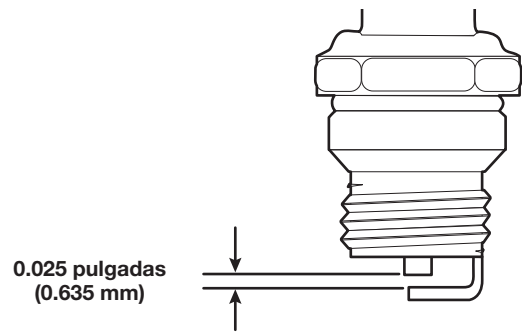

Fig. 23
4. Use un calibre de separación para ajustar una separación de aire de **0.025 pulgadas (0.635 mm)** (Fig. 23).